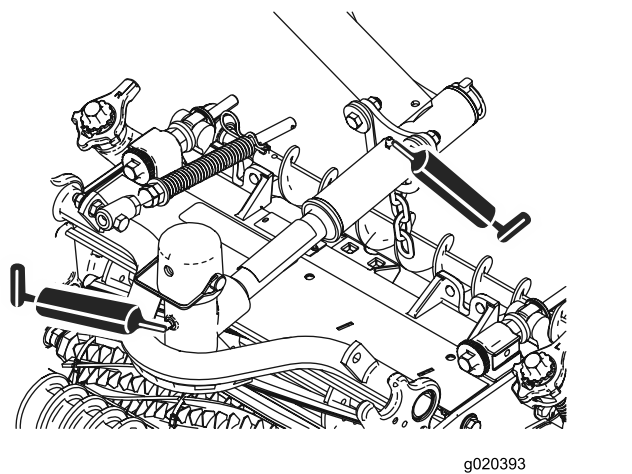

Рисунок 51
- Шарниры режущих блоков (по 2 шт.); см. Рисунок 51.